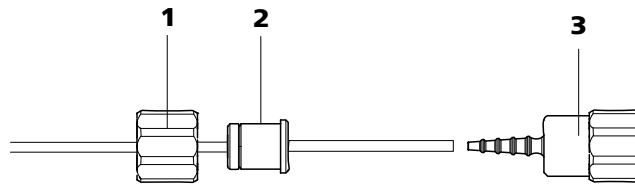

Figura 29 Instalación de una conexión de tubo de bomba sin filtro
- **Caso B:** una conexión de tubo de bomba **sin filtro** 6.2744.160 (véase figura 29, página 52).